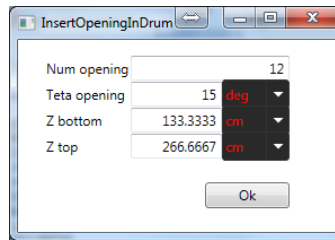

Figura 11 - Finestra di input di aperture in un tamburo
- **Insert several openings:** consente di inserire alcune aperture nel tamburo di una cupola. Devono essere inseriti come dati (cfr.Figura 11) il numero di aperture, a l'ampiezza dell'angolo sotteso da ciascuna apertura (immaginando una vista in pianta), la quota iniziale e quella finale dell'apertura (quote relative rispetto alla base del tamburo);